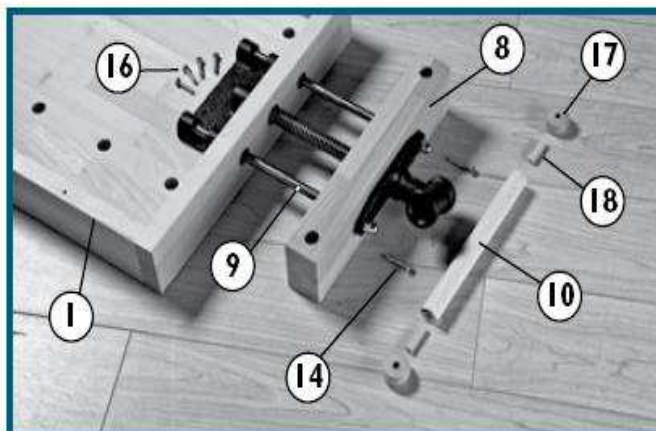

Fig. 4
**4.) Uchycení vřetene - Fig. 4**
Dle Fig 4 oddělte vřeteno (č.9) od vedení vřetene. Vedení vřetene přišroubujte pomocí šroubu 6x30mm (č.16) do předvrtaných děr na spodní straně plátu hoblice (č.1). Na vřeteno přidělejte příložku (č.8) pomocí vrutu 5x50mm (č.14). Vložte klíč (č.10) a pomocí kolíků (č.18) slepte s koncovou klíče (č.17). Stejný postup použijte i u druhého vřetene.